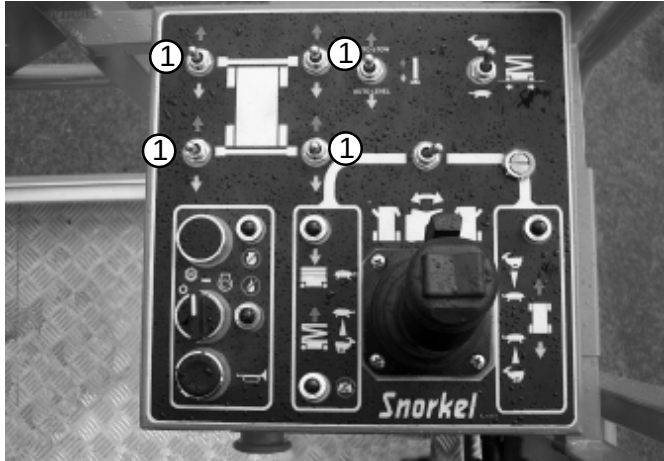

Fig. 8.20
2. För manöverbrytarna för stödbenen (1), (se fig. 8.20) en i taget, bakåt och håll kvar dem tills alla fyra stödbensfötterna (2), (se fig. 8.21) är i kontakt med underlaget.